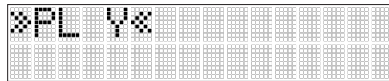

Abb. 21: PlaneLok für die Y-Achse bei horizontaler Aufstellung
- 6.) Horizontale Aufstellung: Drücken Sie kurz die E-Taste (j), um das PlaneLok-Untermenü zu öffnen. Wählen Sie >>PL Y<< aus, um PlaneLok für die Y-Achse zu nutzen. Mit der E-Taste (j) starten Sie den PlaneLok-Modus (vgl. Abb. 21).